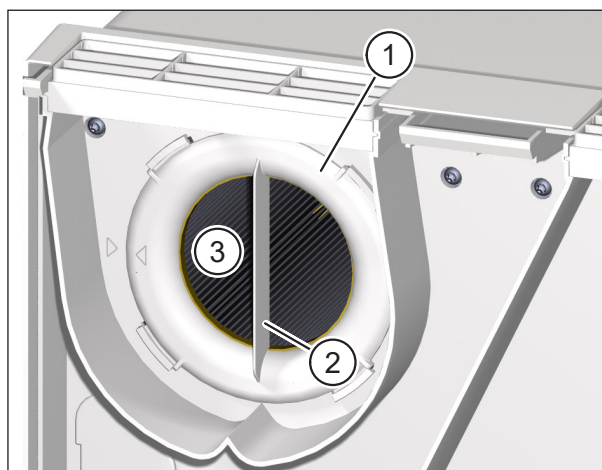

Fig. 16: Scoaterea filtrului de aer extras
- ▶ Răsuciți inelul filtrului (elementul 1 în Fig. 16) cu ajutorul mânerului (elementul 2 în Fig. 16) în sens invers acelor de ceasornic, până când inelul filtrului este eliberat din elementele de fixare.
- ▶ Trageți inelul filtrului împreună cu filtrul pentru aerul extras (elementul 3 în Fig. 16), scoțându-l din aparatul de ventilație.
- ▶ Verificați poziția inelului filtrului. Mânerul trebuie să fie în poziție verticală, iar săgeata de pe inelul filtrului trebuie să fie aliniată cu săgeata care indică poziția de fixare (a se vedea Fig. 16 on page 31).